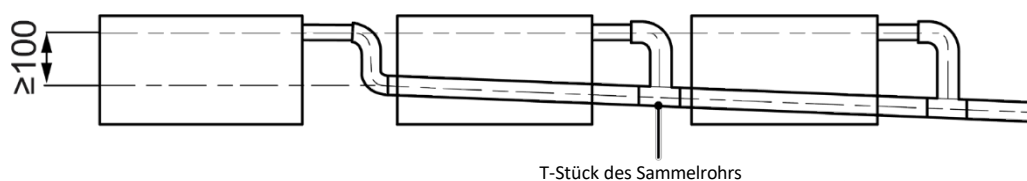

Abb. 4.3.4
- 4 Befolgen Sie beim Anschluss mehrerer Abflussrohre die Anweisungen in Abb. 4.3.4. Wählen Sie ein Sammelabflussrohr, das der Kapazität des Geräts entspricht.